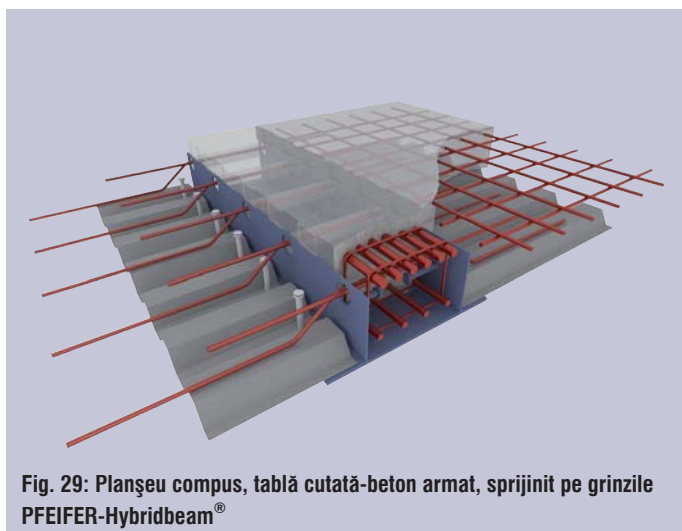

Fig. 29: Planșeu compus, tablă cutată-beton armat, sprijinit pe grinzile PFEIFER-Hybridbeam®
3. Tablele cutate trebuie așezate direct pe aripile de rezemare ale grinzii. Capetele tablelor cutate trebuie echipate cu garnituri poliuretane pentru a preveni scurgerea pastei de ciment (fig. 29).